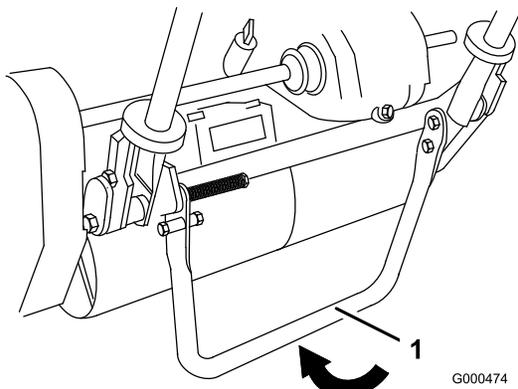

Figura 7
1. Baje el soporte con el pie, y tire hacia arriba del manillar hasta que el soporte haya girado hacia delante, pasando el centro del arco (Figura 7).